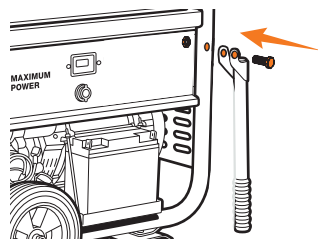

Рис. 5
- Присоедините рукоятки на раму генератора и зафиксируйте болтом с шайбой и гайкой (Рис. 5).